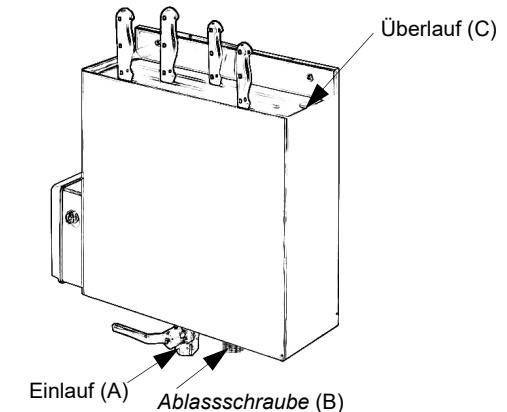

ABB.Nr. 6 - hydr. Verbindung
1. den Behälter füllen, dazu den Versorgungshahn zum Einlauf A (ABB.Nr. 6, siehe.A) öffnen, bis das Wasser am Überlauf (C) ausfließt;
2. den Hahn leicht geöffnet halten (die tägliche Zufuhr muss ca. 15-20 Liter sein); der Überlauf (C) wird dafür sorgen, dass der Flüssigkeitsstand konstant bleibt;